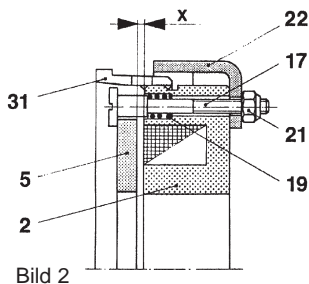

Bild 2
Das Einstellmaß (Luftspalt zwischen Ankerscheibe (5) und Spulenträger (2)) entnehmen Sie Tabelle 1 und Bild 2. Die Messung des Einstellmaßes erfolgt durch die drei Kontrollöffnungen am Umfang des Distanzringes (31). Die Öffnungen sind mit Kunststoffstopfen verschlossen.